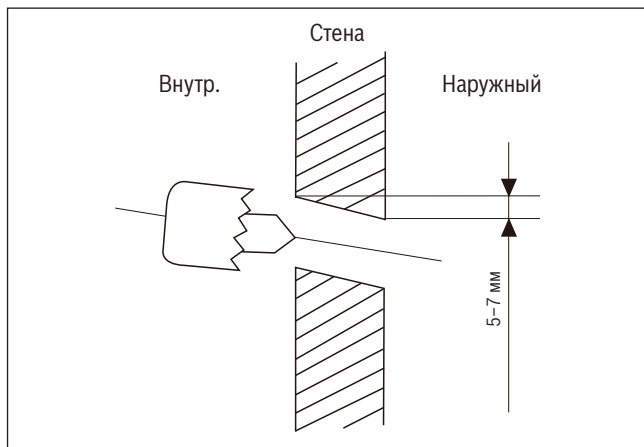

Рис. 4.
2. С помощью коронки 65 мм или 90 мм (в зависимости от модели) просверлите отверстие в стене. Необходимо убедиться, что отверстие просверлено под нисходящим углом и его внешняя часть ниже внутренней на 5–7 мм. Это обеспечит надежный отвод воды. (См. **рис. 4**)